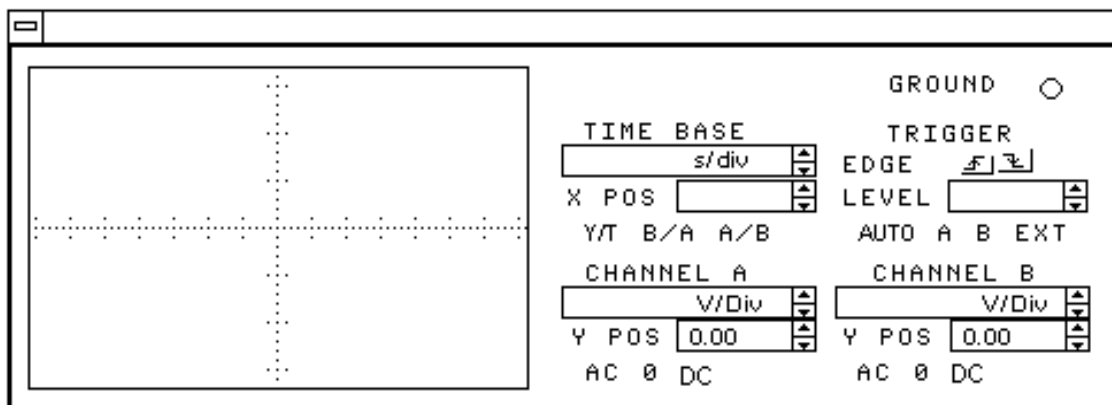

Figura 28
10.17 – Reconecte o gerador de sinais e registre a forma de onda na figura 28.